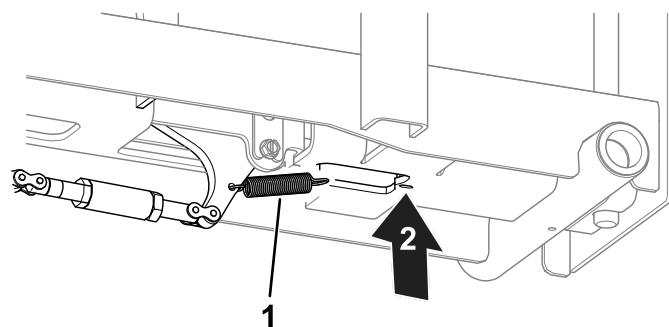

Figura 15
9. Conecte el muelle al tope de la rueda y a la parte inferior de la rampa (Figura 15).